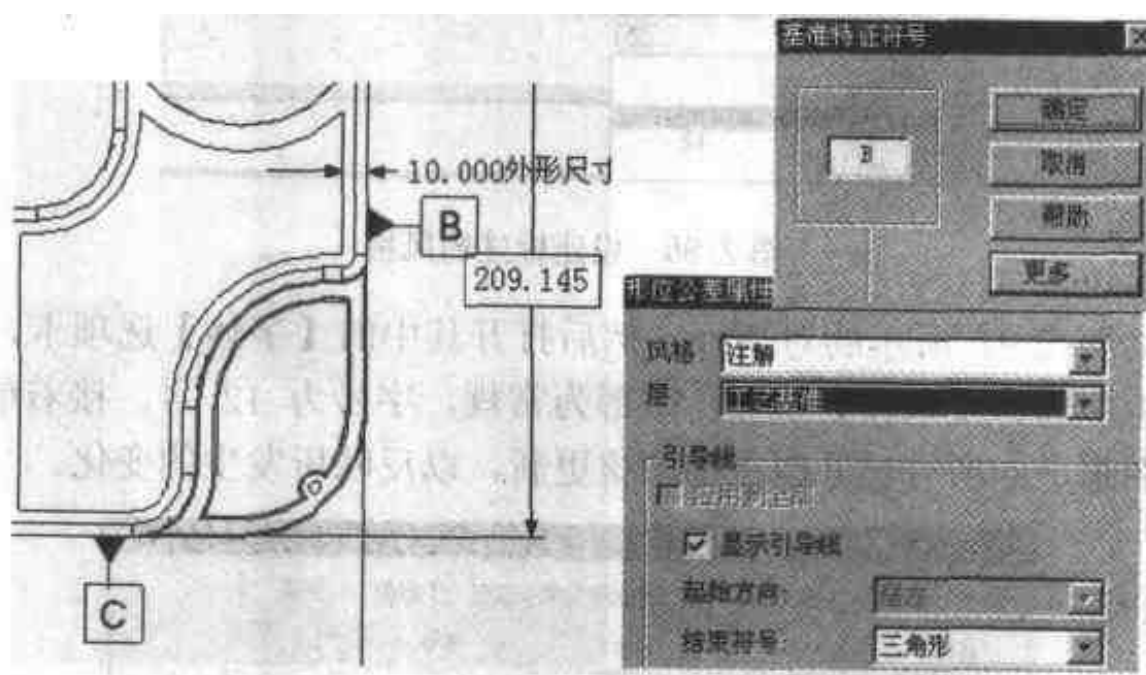

图 2.99 将 B、C 基准放入新图层
- (3) 右击图 2.99(B)基准，选择【属性】命令，在打开的对话框中单击【更多】按钮，然后在【层】下拉列表中选择【工艺基准】选项，从而将 B 基准移动到【工艺基准】图层。单击两次【确定】。现在 B 基准将在图形上显示为蓝色。重复这个步骤，可将 C 基准移动到【工艺基准】图层。现在，只需改变【工艺基准】图层的颜色，就可以方便地改变所有基准的颜色，如图 2.99 所示。